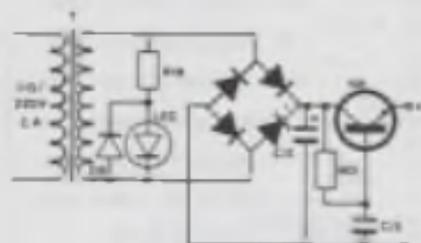

Figura 18
f) Os resistores são todos de 1/4 W com exceção de R16 que deve ser de 1/2 ou 1 W. Este resistor é usado na fonte de alimentação (figura 18) para excitar o led indicador fixado no painel.